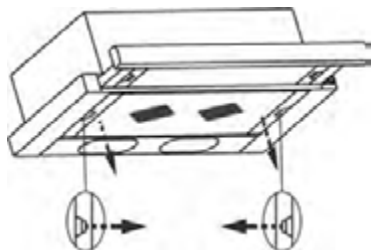
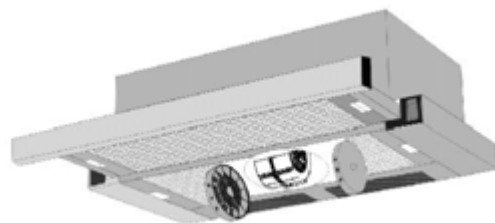

рис. 7
рис. 8
8.3 Для очистки алюминиевого фильтра извлеките его из вытяжки (рис. 7) и произведите его очистку с помощью щетки водным раствором нейтрального моющего средства вручную или в посудомоечной машине (при 60°C). Сильно загрязненный фильтр не следует мыть в посудомоечной машине. Старайтесь не сгибать фильтр при мойке.
6.5 Режим «рециркуляции»: - снимите алюминиевый фильтр, для этого нажмите на пружинный замок на фильтре и потяните его вниз и на себя (рис. 7); - установите два угольных фильтра см. табл.1 и (рис.8), предварительно удалив с них упаковочную пленку;
Угольные фильтры устанавливаются на защитные решетки корпуса вентилятора, путем легкого нажатия и поворота (рис. 8). Фильтрация воздуха осуществляется с помощью двух угольных фильтров, затем очищенный воздух возвращается в помещение.